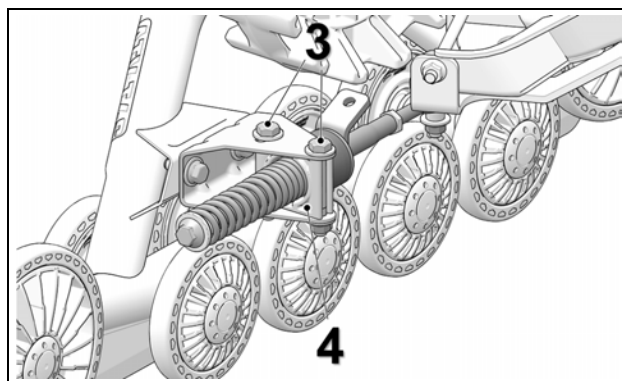

Figure 15
- Desserrer les boulons (3) de l'ancrage anti-pivot afin de permettre à la pièce de support (4) de pivoter. Voir la Figure 15.